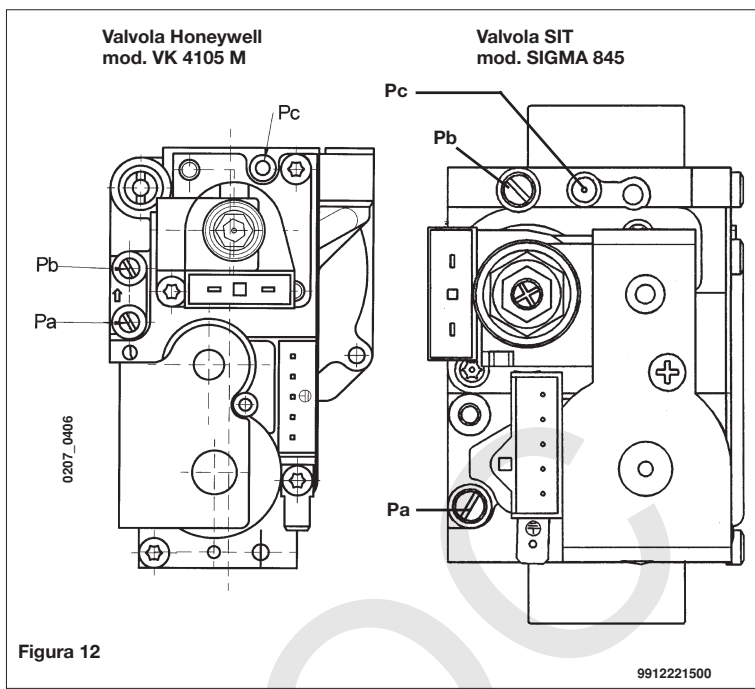

Figura 12
SP Le modalità di taratura del regolatore di pressione sono leggermente differenti a seconda del tipo di valvola del gas utilizzata (HONEYWELL o SIT vedi figura 12).
- collegare la presa di pressione positiva di un manometro differenziale, possibilmente ad acqua, alla presa di pressione (Pb) della valvola del gas (figura 12). Collegare, solo per i modelli a camera stagna, la presa negativa dello stesso manometro ad un apposito "T" che permetta di collegare insieme la presa di compensazione della caldaia, la presa di compensazione della valvola del gas (Pc) ed il manometro stesso. (Una pari misura può essere effettuata collegando il manometro alla presa di pressione (Pb) e senza il pannello frontale della camera stagna); Una misura della pressione ai bruciatori effettuata con metodi diversi da quelli descritti potrebbe risultare falsata in quanto non terrebbe conto della depressione creata dal ventilatore nella camera stagna.
- verificare che la pressione dinamica di alimentazione della caldaia, misurata alla presa di pressione (Pa) della valvola del gas (figura 12) sia quella corretta (30 mbar per il gas butano, 37 mbar per il gas propano o 20 mbar per il gas naturale).